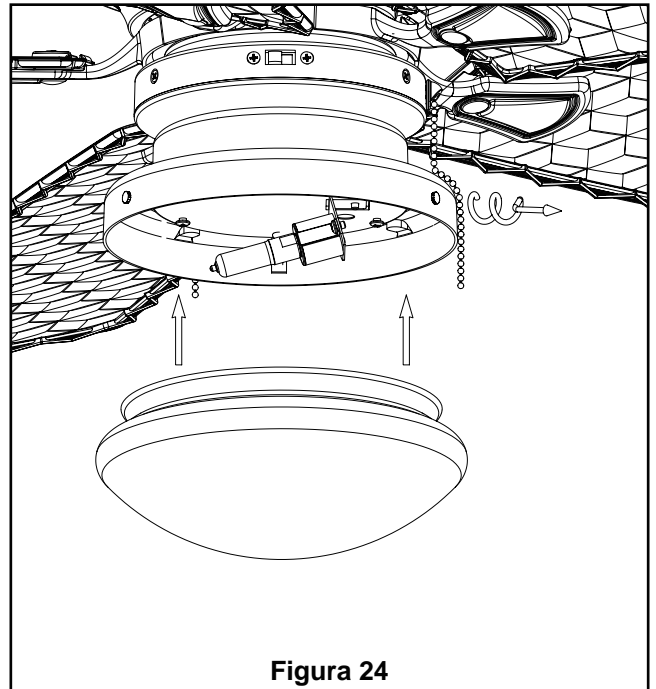

Figura 24
2. Suelte los tres tornillos de mariposa proporcionados en el aro del kit de iluminación, de forma que el borde del vidrio se pueda levantar en el kit de iluminación. (Figura 24)